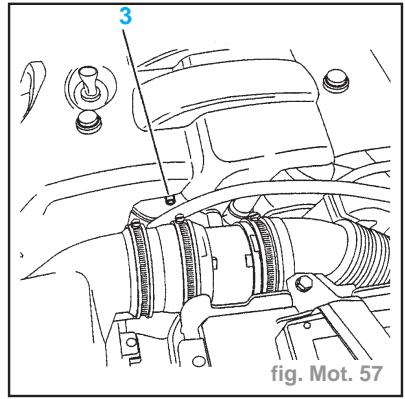

fig. Mot. 57
- Ouvrir la vis de purge (**3**) (fig. Mot. 57).